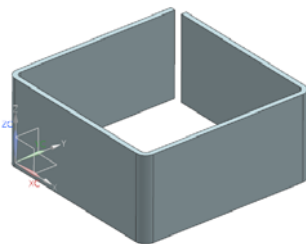

图 7-66 创建轮廓弯边特征
(4) 在“轮廓弯边”对话框中单击  按钮创建轮廓弯边特征, 如图 7-66 所示。